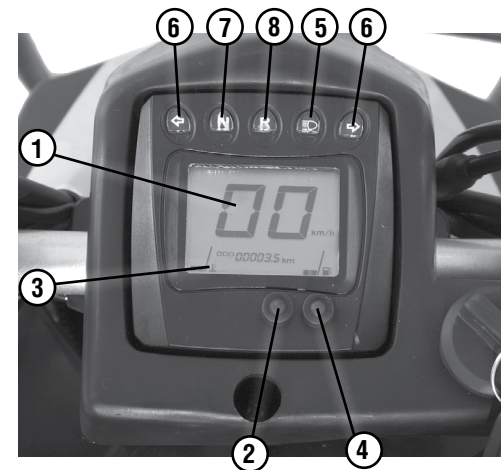

Рис. 8 Панель приборов
**Панель приборов (рис. 8)** включает в себя:
**Электронный спидометр (рис. 8, поз. 1)** показывает скорость движения мотовездехода в километрах в час или в милях в час. Переключение единиц измерения скорости осуществляется нажатием на кнопку (рис. 8, поз. 2).
**Одометр общего пробега (рис. 8, поз. 3)** показывает пробег мотовездехода в километрах или в милях от начала эксплуатации. Переключение единиц измерения одометра осуществляется автоматически вместе с изменением при переключении (при нажатии на кнопку рис. 8, поз. 2) единиц показания скорости.
**Одометр разового пробега (рис. 8, поз. 3)** показывает разовый пробег мотовездехода в километрах. Показания разового одометра обнуляются при выключении зажигания. При нажатии на кнопку (рис. 8, поз. 4) происходит попеременное показание разового одометра и одометра общего пробега.
**Контрольная лампа дальнего света фары (рис. 8, поз. 5)** указывает на включение дальнего света.
**Контрольные лампы указателей поворотов (рис. 8, поз. 6)** указывают на включение указателей поворотов.
**Контрольная лампа нейтральной передачи (рис. 8, поз. 7)** указывает на включение нейтральной передачи.
**R - Контрольная лампа включения передачи заднего хода (рис. 8, поз.8)** указывает на включение передачи заднего хода.
Включение передачи заднего хода осуществляется из нейтрального положения нажатием на педаль носком ноги вниз. При этом загорается контрольная лампа **R** (рис.8, поз.8).